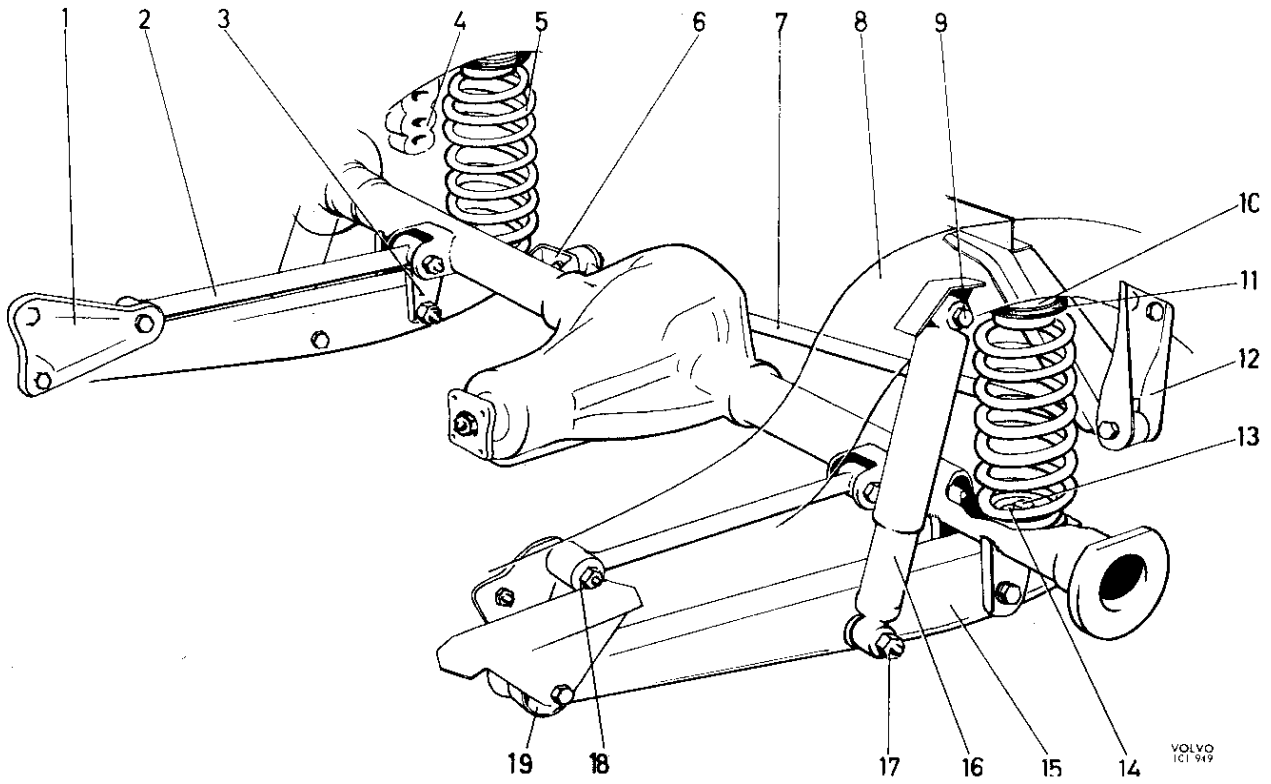
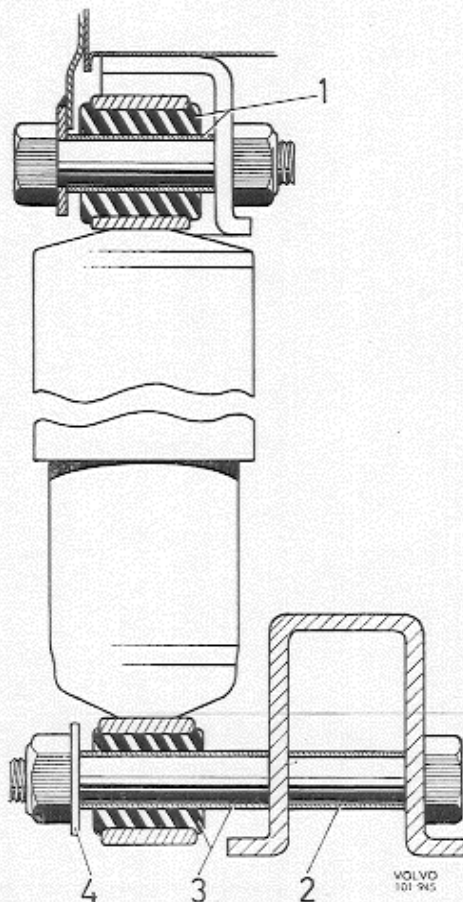

Fig. 7-5. Achterasophanging
Fig. 7-9. Bevestiging, achterschokbreker
stootrubbers (4) die de neergaande slag van de draagarmen begrenzen. De bovineinden van de achterveren (5, Fig. 7-5) zijn met bouten aan de achter-zijbalken (8) bevestigd en de ondereinden, achter de achteras, aan de draagarmen.
3. Verwijder de bovenste bevestiging van de schokbreker (9, Fig. 7-5) Laat de krik voorzichtig zakken en verwijder de veer.
De achterste schokbrekerbevestiging (Fig. 7-9) bestaat uit ogen, voorzien van rubber busen (1 en 3) die niet gedemonteerd kunnen worden. Deze schokbrekers zijn bovenaan met bouten aan de achterste zijbalken en onderaan aan de draagarmen bevestigd. De achteras is aan de karrosserie bevestigd door middel van twee flexibel gemonteerde draagarmen (15, Fig. 7-5). Het axiale koppel wordt opgenomen door 2 torsiestangen (2) en de dwarskrachten worden opgenomen door een dwarsstabilisator (7). De draagarmen zijn aan de voorzijde door middel van rubber busen (19) met het chassis verbonden. De torsiestangen en dwarsstabilisator zijn aan de achteras en het chassis via rubber busen verbonden.
2. Let er bij de montage op dat de afstandsbus in de draagarm niet verwijderd wordt (2, Fig. 7-9). Monteer de schokbreker en zet hem vast. Monteer het wiel en de wielmoeren. Laat de wagen zakken. Breng de wioldop aan.
3. Verwijder de bout van de draagarm bij de achterste steun. (3, Fig. 7-5). Verwijder de voorste bout en neem de draagarm weg.
N.B.: Controleer of de afstandsbus en ringen juist zijn aangebracht, zie Fig. 7-9. Haal de steunen onder de wagen weg en laat deze zakken.
2. Verwijder de moeren bij beide bevestigingspunten (6 en 12, Fig. 7-5). Trek de stabilisatorstang van de steun, die op de achteras bevestigd is, af. Verwijder de bout van de steun aan het chassis (12) en neem de stabilisatorstang weg.